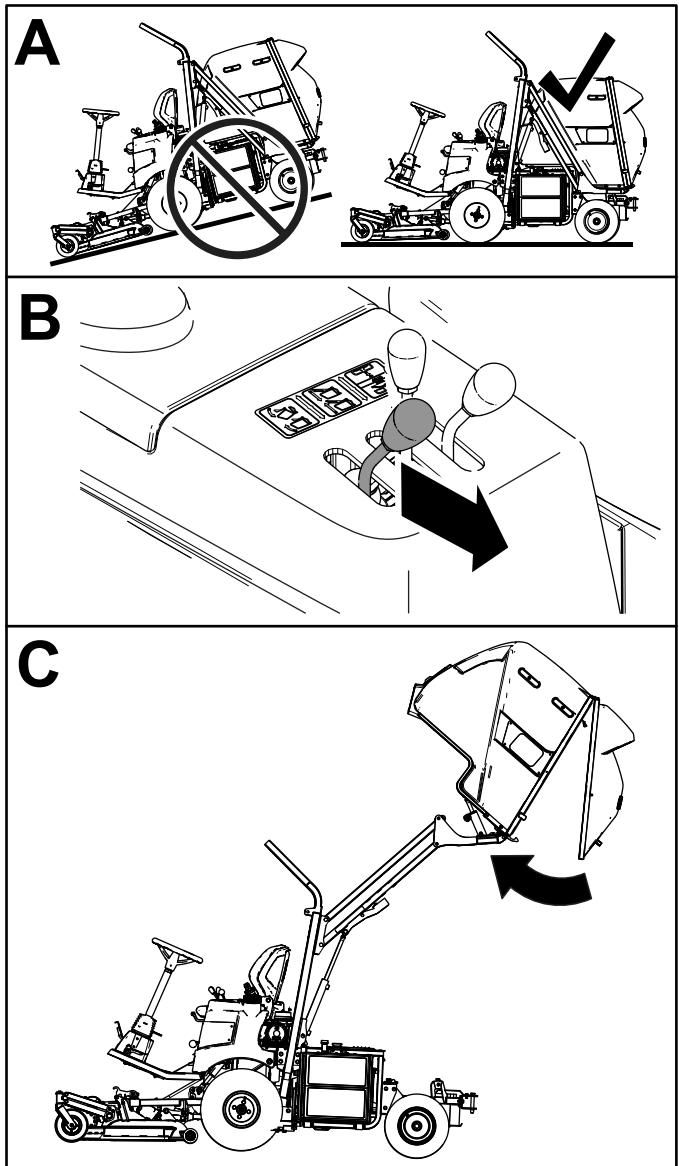

Figura 26
2. Tras el volcado, mueva la palanca de volcamiento de la tolva hacia delante para cerrar la tolva (Figura 26).